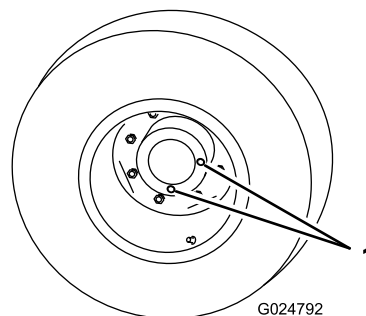

Bild 62
1. Stellen Sie auf einer ebenen Fläche ab und positionieren Sie das Rad so, dass sich eine der Prüfschrauben in der untersten Stellung (6 Uhr) befindet (Bild 62).